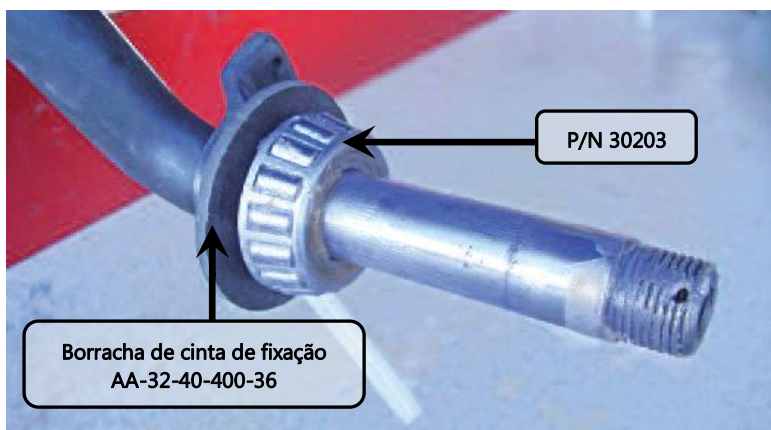

Figura 32.40.23 – Instalação do rolamento interno.
5. Dispor o anel de borracha de cinta de fixação AA-32-40-400-36 no eixo, ver figura 32.40.23;
6. Colocar o rolamento 30203 (interno) no eixo, ver figura 32.40.23